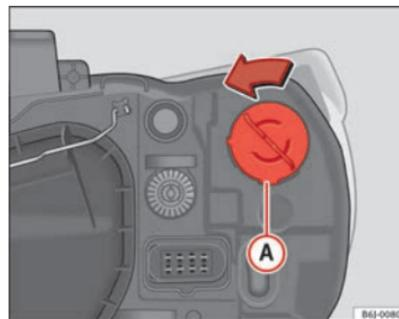

Fig. 144 Clignotant de projecteur simple
- Tournez la douille d'ampoule ⇒ fig. 144 **A** vers la gauche puis tirez.